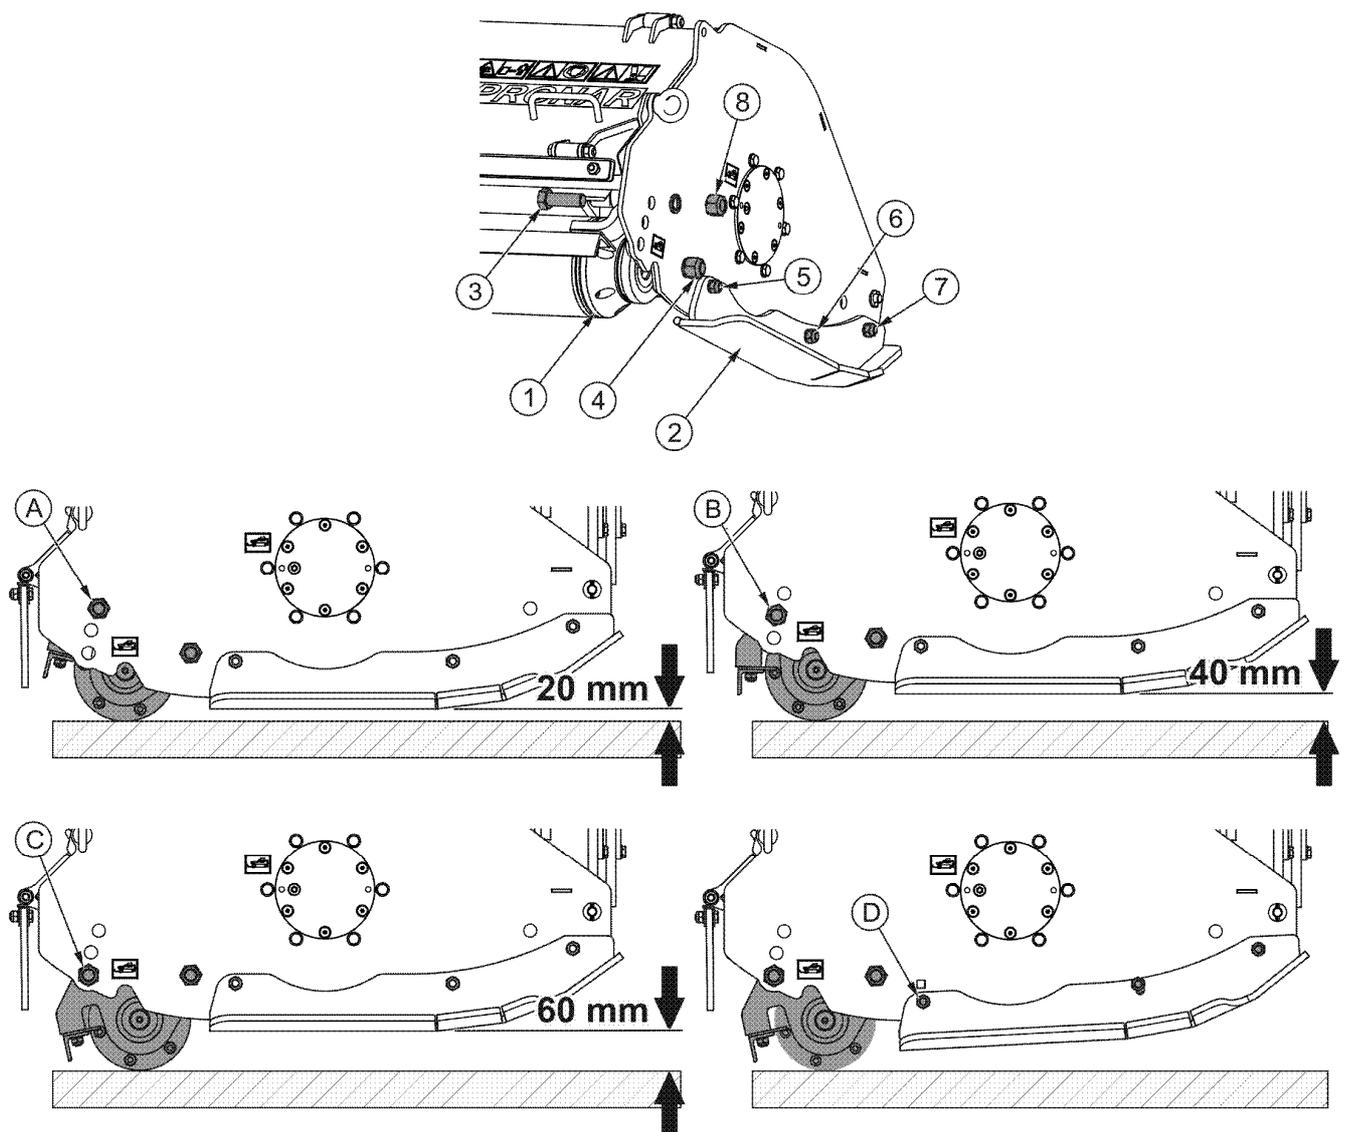

FIGURE 4.6 Réglage de la hauteur de coupe sur la faucheuse
- abaisser la faucheuse de sorte que l'unité de coupe repose librement sur le sol sur l'arbre de copiage. Les patins de glissement ne doivent pas toucher le sol, et toute l'unité de coupe doit être placée parallèlement au sol (FIGURE 4.6).
- desserrer les écrous (4) des vis sur les deux côtés de l'arbre de copiage (1), sur lesquelles on va faire tourner l'arbre de copiage (FIGURE 4.6),
- dévisser les écrous (8) et retirer les vis de retenue (3) sur les deux côtés de l'arbre de copiage,
- mettre les vis de retenue (3) dans les ouvertures appropriées et visser les écrous (8),
- serrer les écrous (4) de la vis sur laquelle l'arbre a été tourné sur les deux côtés.
- desserrer les écrous (6) et (7) sur les vis de fixation du patin de glissement,
- dévisser et enlever la vis (5) de retenue du patin de glissement,
- faire tourner le patin de glissement de sorte que son ouverture soit alignée sur l'ouverture inférieure du côté du boîtier de la faucheuse (D) (FIGURE 4.6),
- mettre la vis (5) de retenue dans les ouvertures qui se chevauchent et serrer l'écrou,
- serrer les écrous (6) et (7) sur les vis de fixation du patin de glissement,